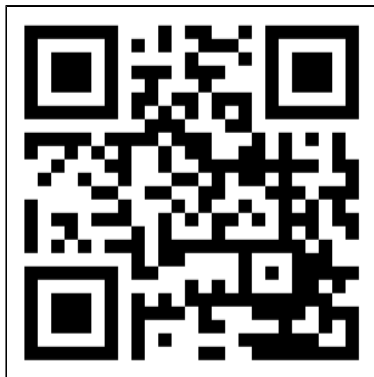

Figure 68.
1. Ouvrez le manuel de l'application Eurom Smart avec le QR-code (Figure 68) ou rendez-vous sur www.eurom.nl/nl/manuals.